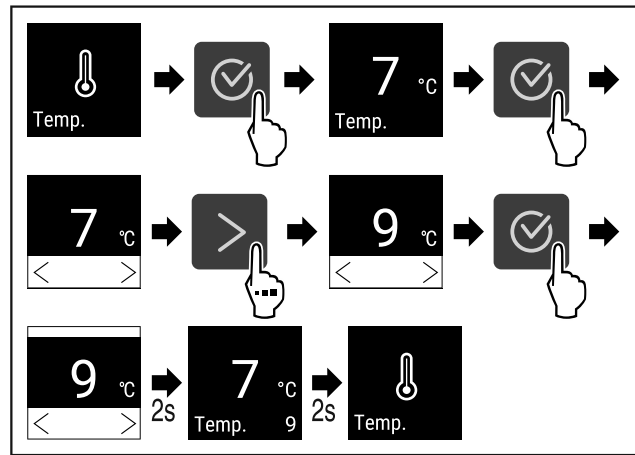

Fig. 67 Промяна на температурата от 7°C на 9°C
- ▶ Изпълнете стъпките (виж Fig. 67).